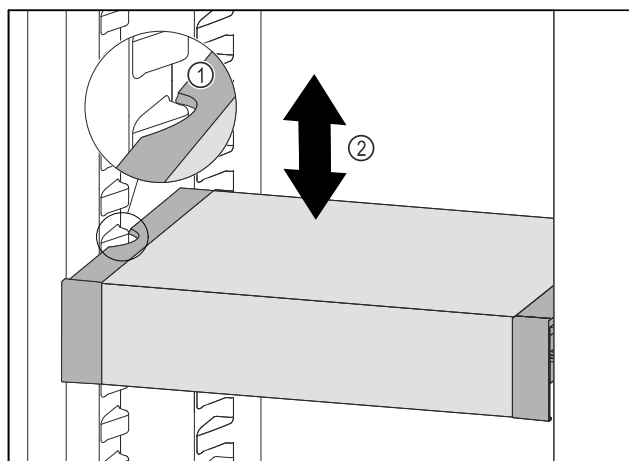

Fig. 174
- VarioSafe vucite prema naprijed sve dok se bočni otvori VarioSafe ladice ne nađu na visini žlijeba spremnika u hladnjaku. Fig. 174 (1)
- Pomičite ladicu VarioSafe u hladnjaku prema gore ili dolje sve dok ne dosegnete željenu visinu. Fig. 174 (2)